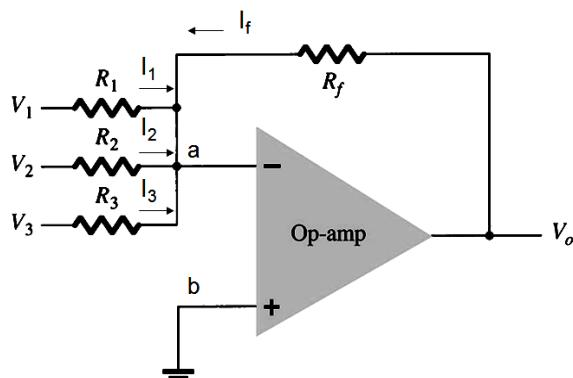

Figura 2.
**6** – Para um sinal de saída de 5 V (contínuo), calcular o resistor Rf para o circuito somador da Figura 2. Considere os resistores de entrada iguais, bem como os sinais de entrada, todos em 1 V. *Resposta: Rf = 1,67.R.*